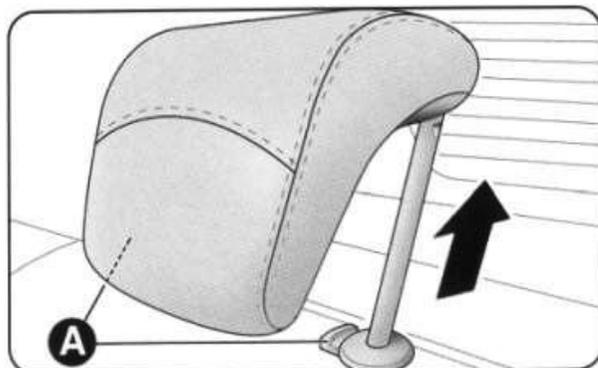

рис. 24
- нажмите на кнопку А (рис. 24) и снимите подголовник, сместив его вверх.